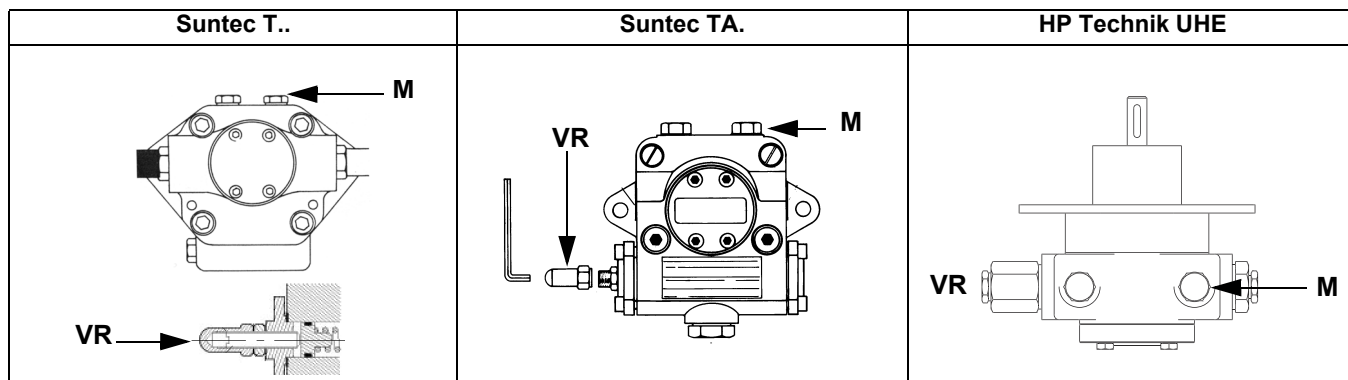
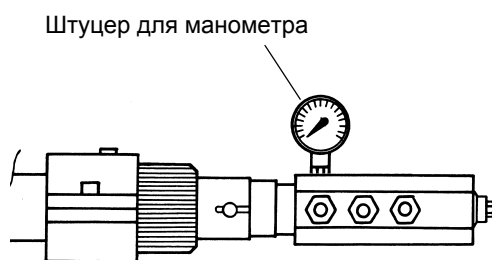

Рис. 13
Рис. 14
- 5 Давление питания форсунки уже отрегулировано заранее на заводе-изготовителе и не должно изменяться. Только в случае необходимости, отрегулировать давление питания (см. соответствующий параграф) следующим образом: установить манометр в положение, указанное на Рис. 13, воздействовать на регулировочный винт **VR** насоса (см. Рис. 14) до получения на форсунке давления в 20бар (форсунки Monarch или форсунки Bergonzo - см. на стр.33-34);